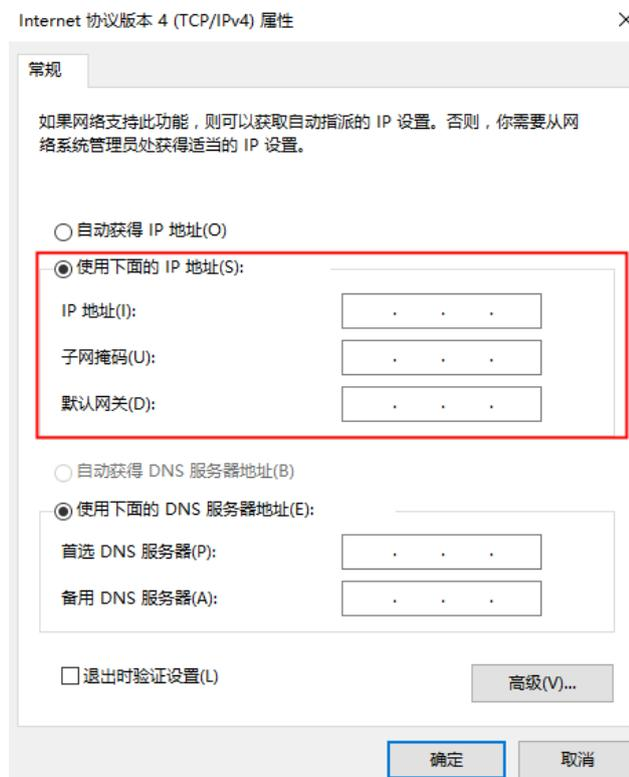

图 5.14 IP 地址修改示意图
**步骤 6** 在“Internet协议版本4（TCP/IPv4）属性”界面选择“使用下面的IP地址”，修改PC机的IP地址、子网掩码以及默认网关，如所图 5.14示。